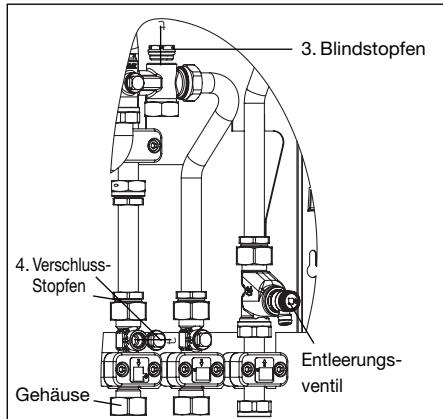

Abb. 6.2 Ausbau der Einzelteile
- Die gesamte Wohnungsstation „Regudis W“ entleeren. (z.B. mit Hilfe des Entleerungsventils Abb. 6.2).